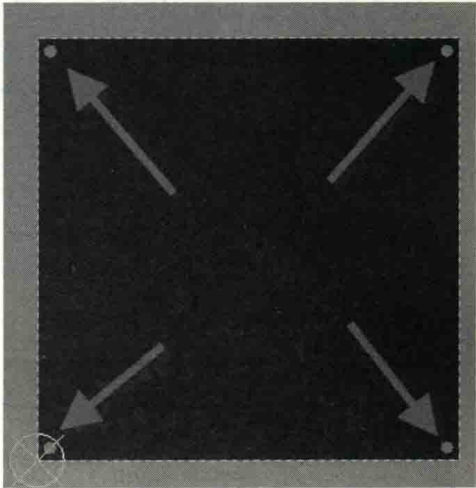

图 12-41 定位孔的放置
(5) 移动这个过孔放置在离板框定点“X: 3mm, Y: 3mm”的位置，4 个角落都放置一个，如图 12-41 所示，完成定位孔的放置。